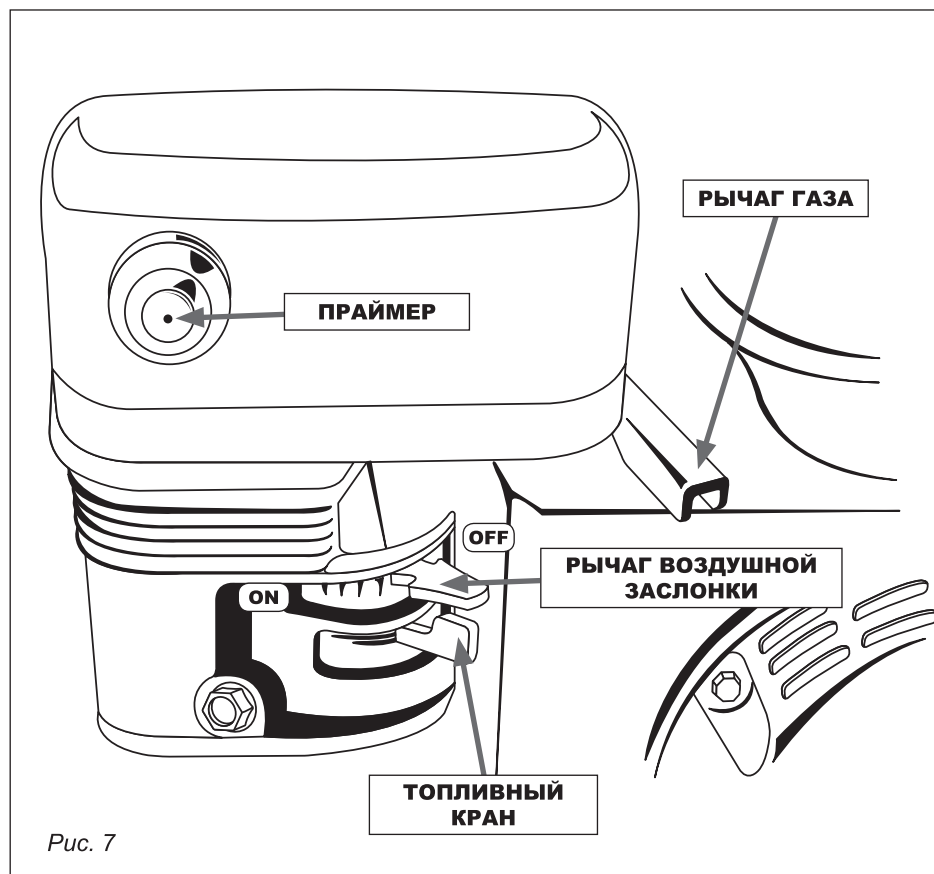

Рис. 7
Рычаг управления воздушной заслонкой активируется поворотом влево. Рычаг закрывает заслонку карбюратора и способствует старту двигателя (рис. 7).
Рычаг управления дроссельной заслонкой расположен на двигателе. Он регулирует обороты двигателя (рис. 7).
5. Нажмите праймер два-три раза при холодном двигателе, убедившись, что при нажатии Вы перекрываете отверстие в центре (рис. 7).